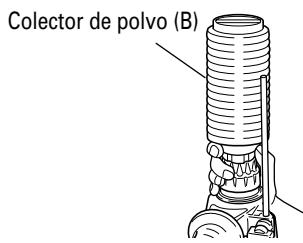

Fig. 5
7. Cuando instale la copa de polvo o el lector de polvo (B) (Accesorios facultativos) (Fig. 4, Fig. 5)
Para emplear el colector de polvo (B), Insértelo desde la punta de la broca alineándolo con la ranura de la empuñadura. (Fig. 5)